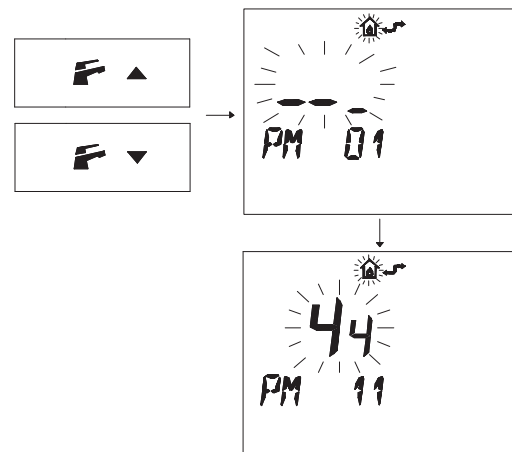

Fig. 5.76
- Premere i pulsanti $\mathbb{F} \blacktriangledown$ o $\mathbb{F} \blacktriangle$ per visualizzare la programmazione "PM11" della postcircolazione pompa (Fig. 5.76).